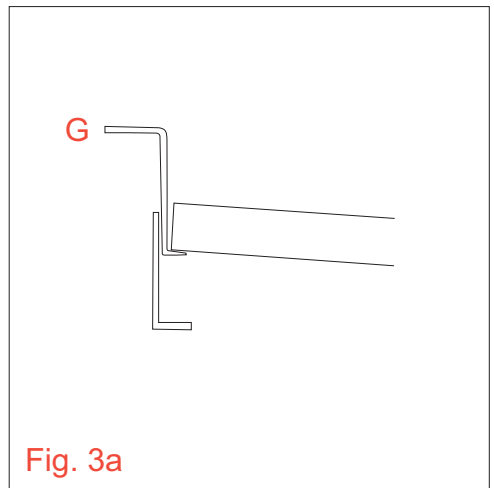

Fig. 3a
(fig. 3a) Placer des dalles cm 50x50 dans les espaces prévus de la base, en s'aidant avec le crochet (G)